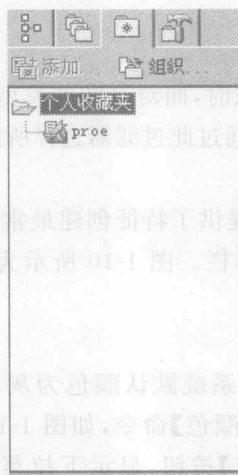

图 1-6 【个人收藏夹】下拉列表
**【个人收藏夹】**——与 IE 浏览器一样，用于保存用户常用的网页地址，如图 1-6 所示。